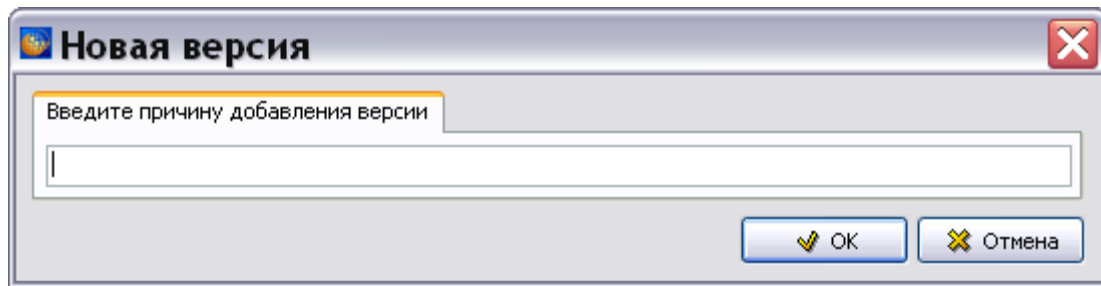

Рис. 17.1
5. Если в свойствах проекта выбран параметр **Запрашивать причину создания версий** (См. раздел «Вкладка «Дополнительные параметры»»), то после выбора вида добавляемой версии появится окно для ввода причины добавления версии (Рис. 17.1).